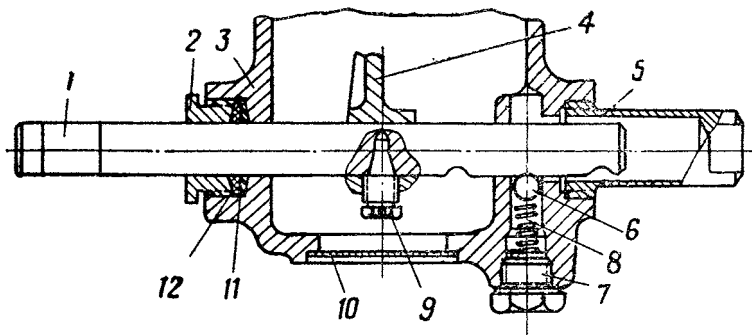

Рис. 26. Фиксаторный механизм коробки отбора мощности привода водометного движителя:
8. Вывернуть гайки 2 (рис. 26) ползунов и вынуть из гнезд картера коробки войлочные набивки 12 и кольца 11.
б) ползуны 1 (рис. 26) устанавливаются в отверстия картера коробки с зазором 0,04—0,40 мм. Люфт вилок на ползунах после затяжки стопорных винтов не допускается; стопорные винты зашплинтовать так, чтобы натяжение проволоки содействовало затягиванию винтов;
9. Смазать ползуны 1 (рис. 26) маслом. Вставить ползуны в картер коробки и в вилку ведомой шестерни и муфты включения насоса и вернуть стопорные винты 9. Винты затянуть до отказа и зашплинтовать проволокой (см. технические условия, п. б).